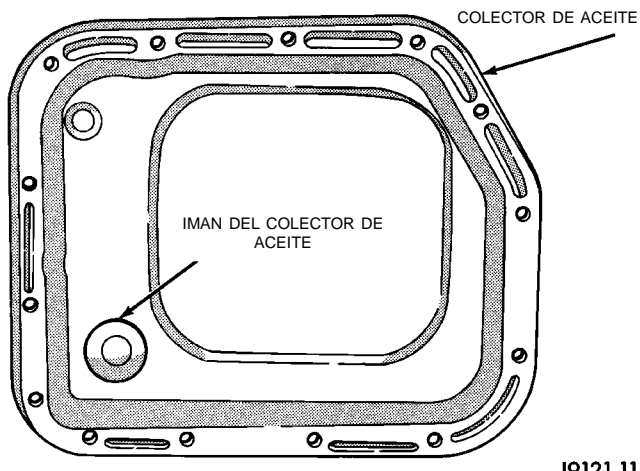

Fig. 15 Colector e imán
(1) Con un solvente adecuado, limpie el colector y el imán (Fig. 15).
(2) Con un estregador de juntas apropiado, limpie el material de la junta de la superficie de contacto correspondiente de la caja de la transmisión y la brida de la junta de alrededor del colector.